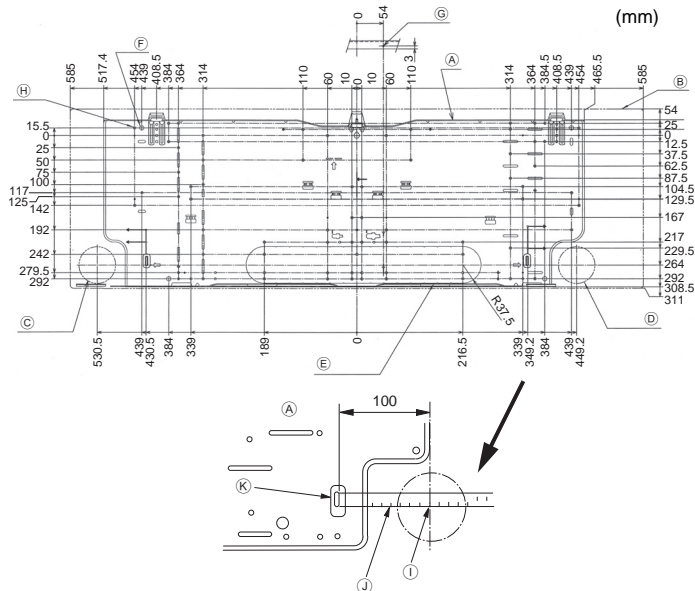

Fig. 3-2
■ PKFY-P-VKM-E (Fig. 3-2)
- A Planche d'installation ①